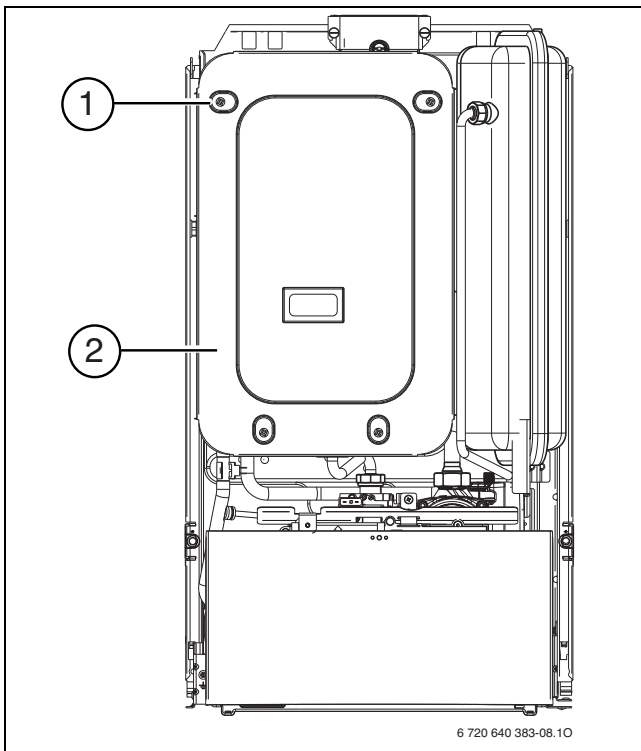

Bild 68 Beispiel ZSN 11-7 AE: Luftkasten öffnen
- ▶ Die vier Schrauben (1) entfernen und Luftkastendeckel (2) abnehmen (→ Abb. 68).